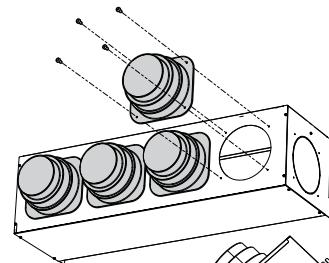

Abb. 1
- Die Flanschen auf den Plenum PM_V mit den gelieferten selbstschneidenden Schrauben (Abb. 1) befestigen.